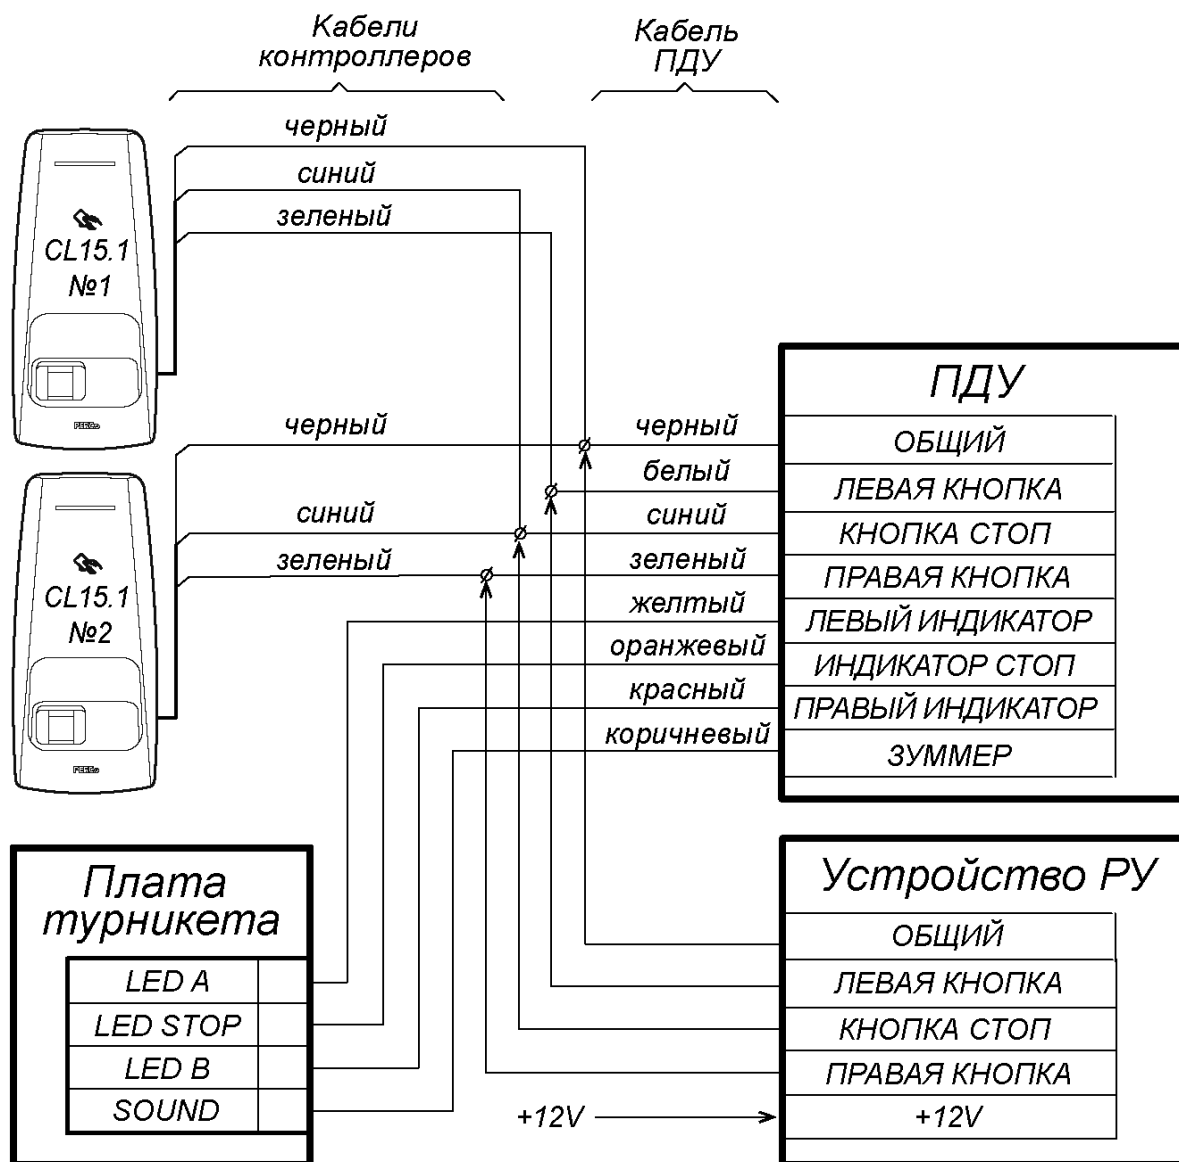

Рисунок 9. Схема подключения ПДУ и устройства РУ
2. ПДУ (или устройство РУ) подключается согласно схеме, представленной на рис. 9.
При совместной работе двух контроллеров обеспечивается возможность подключения ПДУ для управления турникетом или калиткой. Для подключения ПДУ используются по 2 входа на каждом контроллере: *DU* и *In* (подключение осуществляется согласно схеме на рис. 9, при этом входы *In* обоих контроллеров д.б. сконфигурированы в *Web*-интерфейсе контроллера как *Кнопка ПДУ, направление 3*). Управление индикацией ПДУ (*Индикаторы Левый/Стоп/Правый* и *Зуммер*) возможно только для ИУ производства PERCo, при этом подключение осуществляется к соответствующим выходам платы CLB – см. схемы подключения ПДУ для соответствующих ИУ.